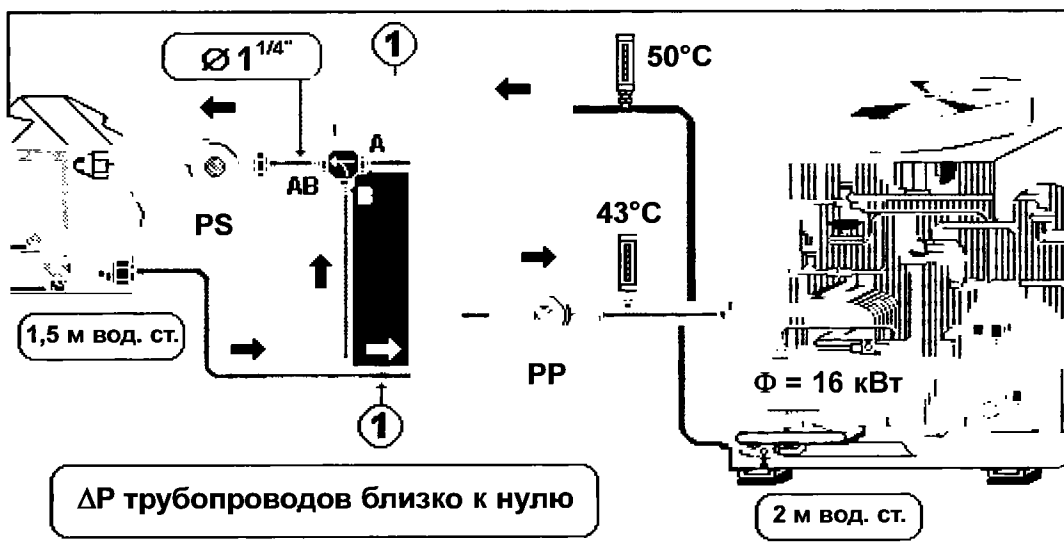

Рис. 98.67.
3) Какое гидравлическое сопротивление должен иметь уравнивательный вентиль? Как мы уже объясняли в упражнении 4 раздела 98.7, на данной схеме (рис. 98.67) клапан V3V предназначен для изменения расхода только в двух коротких отрезках трубопроводов (поз. 1). В нашем примере гидравлическое сопротивление трубопроводов близко к нулю, следовательно, уравнивательный вентиль здесь бесполезен. Поэтому в схеме на рис. 98.67 он отсутствует.
4) Подберите модель и размер (Ду) клапана V3V, чтобы обеспечить диапазон регулирования, близкий к 0,66. В данной установке (рис. 98.67) использована схема 2 (рис. 98.34), то есть схема со смешением, которая обеспечивает постоянный расход и переменную температуру на входе в батарею. В разделе 98.8 мы уже отмечали, что такая схема не рекомендуется для использования в воздухоохладителях. Однако мы имеем дело с воздушонагревателем, поэтому здесь это ограничение не действует.